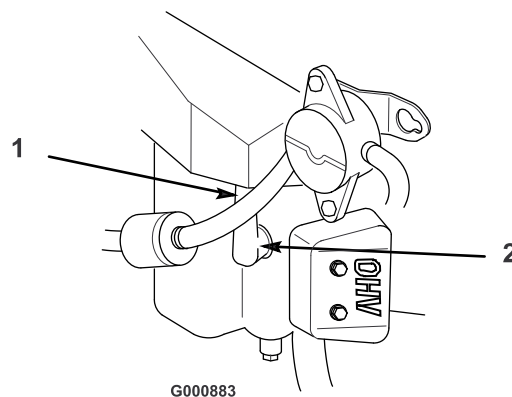

Figura 38
4. Puxe os cabos das velas (Figura 38). Para evitar qualquer dano, limpe à volta das velas de ignição para impedir que entrem impurezas para dentro do motor.
3. Empurre a cablagem para a(s) vela(s) de ignição (Figura 38).